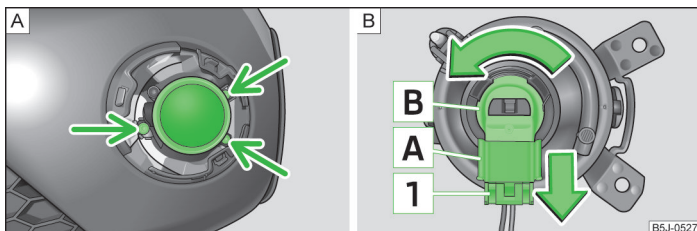

Fig. 162 Bara de protecție față: Farurile de ceață / farurile de ceață: Înlocuirea becului
- › Desfaceți cu ajutorul unei șurubelnițe » pagina 179, Trusa de scule șuruburile » fig. 162 - [A].
- › Apăsăți siguranța [1] » fig. 162 a conectorului [A] și scoateți conectorul din soclul [B].